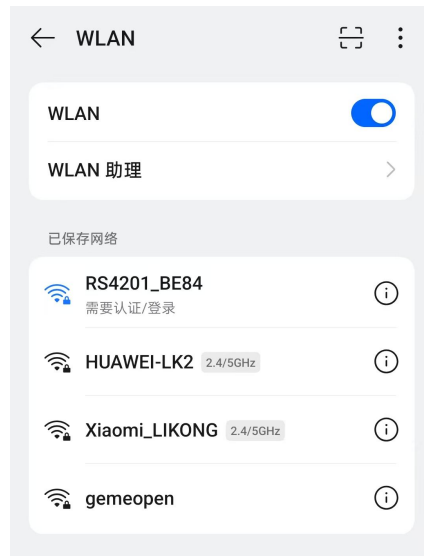

图 1.2
1、给集线器通电后会开启一个名为“RS4201_XXXX”的 WIFI 热点，如图 1.2。此热点 30 分钟后会自动关闭，务必在 30 分钟内完成所有配置。